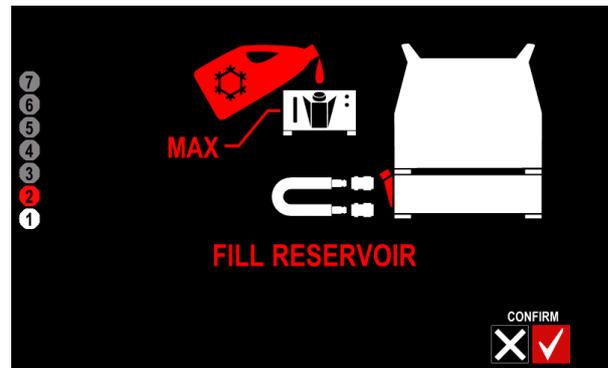

Abbildung 15
- Füllen Sie den Kühlmitteltank bis zum maximalen Füllstand – 4,5 Liter - auf (Abbildung 15 oder 23).